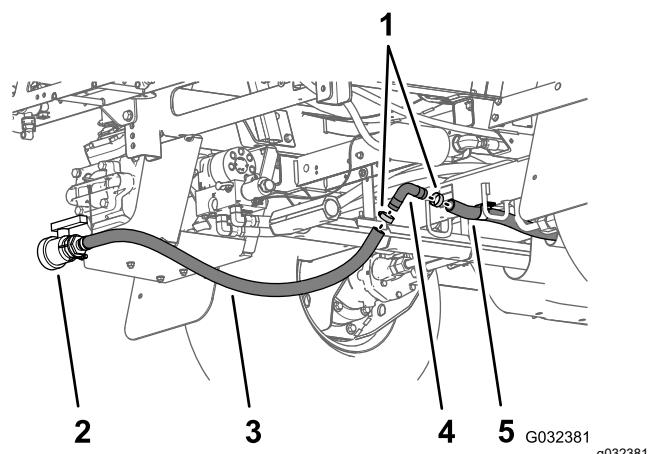
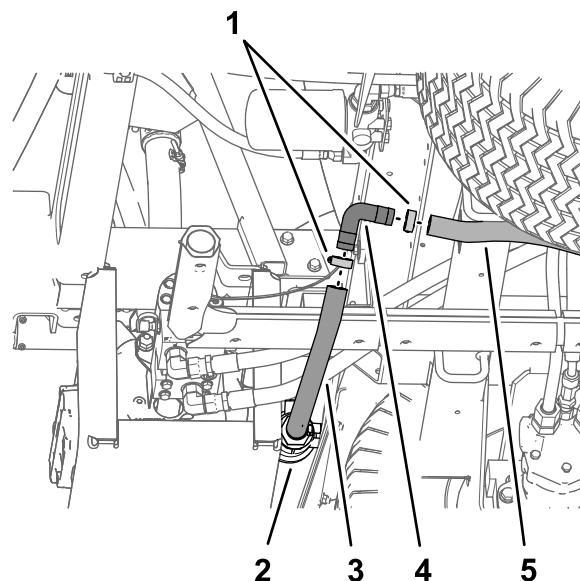

Рисунок 46
Рисунок 47
8. Вставьте прямоугольный штуцер типа «елочка», снятый при выполнении пункта 3, в шланг сливного крана и задний сливной шланг бака (Рисунок 46 и Рисунок 47).
9. Закрепите прямоугольный штуцер типа «елочка» и сливные шланги при помощи 2 шланговых хомутов, снятых при выполнении пункта 2 (Рисунок 46 и Рисунок 47).